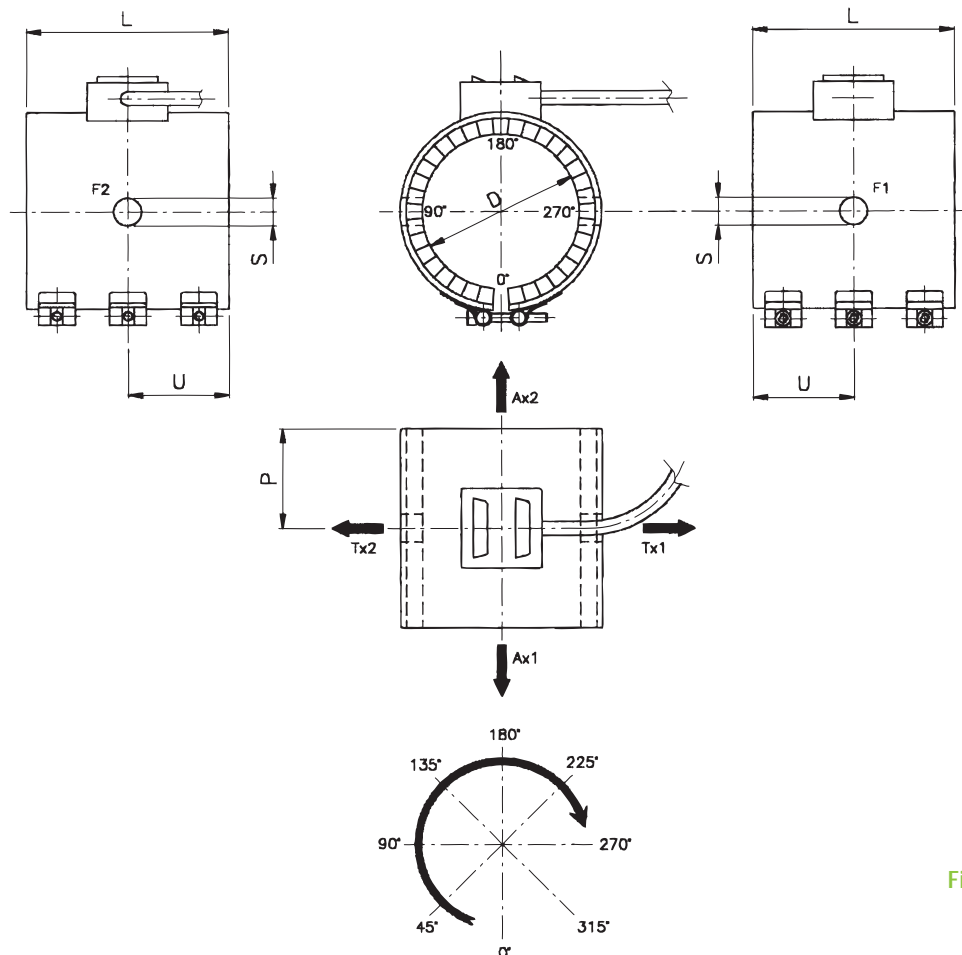

Fig. 2
- Diametro in mm (D)
- Larghezza in mm (L)
- Tensione di alimentazione (V)
- Potenza (W)
- Posizione uscita dal bordo (P)
- Posizione in gradi (fig. 2)
- Direzione del cavo: assiale (AX) - tangenziale (TX)
- Centro foro dal bordo (sulla larghezza) (U)
- Diametro del foro (S)